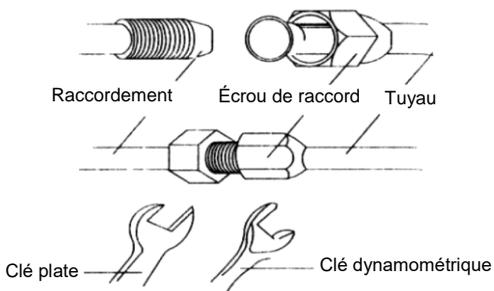

Fig. 18
- b. Ensuite, procédez au serrage à l'aide d'une clé dynamométrique jusqu'à ce que vous entendiez le claquement du mécanisme de la clé (voir la figure 18).